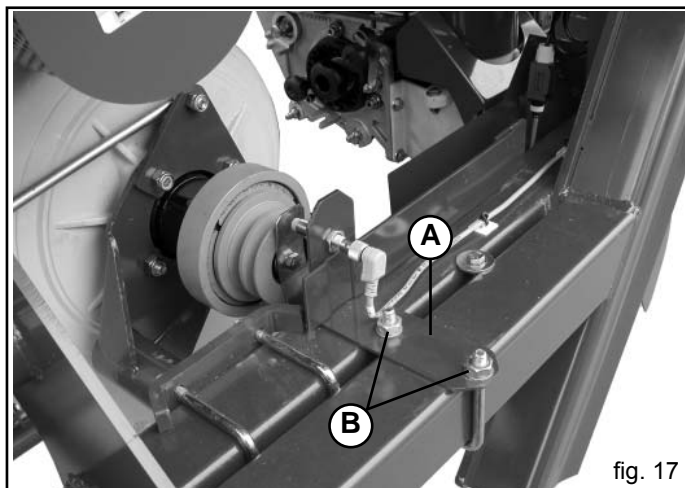

fig. 17
In presenza del sensore della velocità di rotazione della soffiante (rpm), è necessario verificare il corretto posizionamento dello stesso davanti al campo di lettura (vedi Libretto Istruzioni accessorio). Eventualmente spostare il supporto sensore (A Fig. 17) allentando le viti (B).